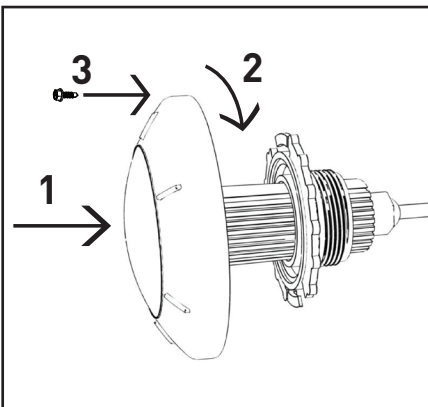

Figura 2. Conexión de la luz al anillo de acoplamiento
3. En caso que utilice el anillo de acoplamiento para instalar la luz a un conector plástico roscado de 1,5" (3,81 cm), primero instale el anillo en el conector y luego pase el cable por el anillo de acoplamiento ya montado. Monte la luz en el anillo de acoplamiento tal como se muestra en la figura 2. Si utilizará la estaca para instalar la luz, pase a la sección 2.